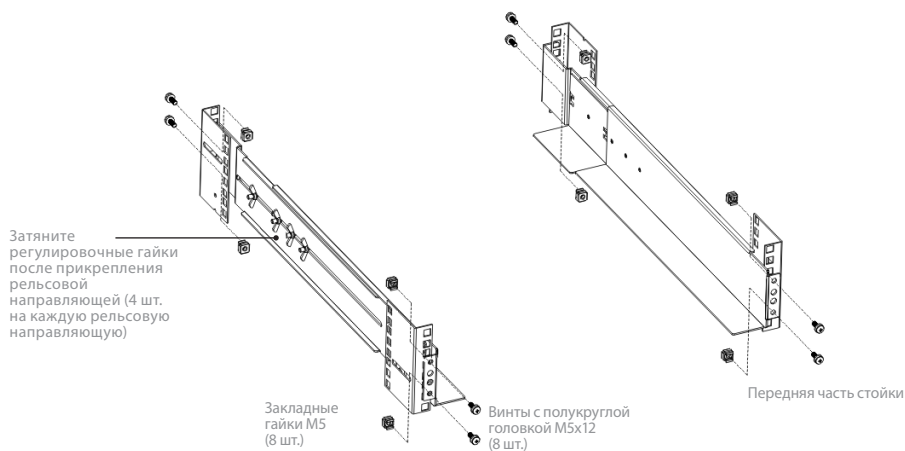

Рис. 2. Крепление направляющих
- б. Выберите правильный размер в стойке для размещения ИБП (см. рис. 2). Рельсовые направляющие крепятся в четырех местах на передней и задней частях стойки.